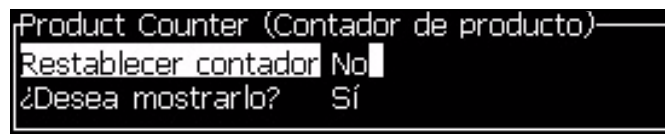

Figura 4-16. Cuadro de diálogo *Product Counter* (Contador de productos)
- 3 Pulse la tecla *Enter* para abrir el cuadro de diálogo del contador de productos (Figura 4-16).